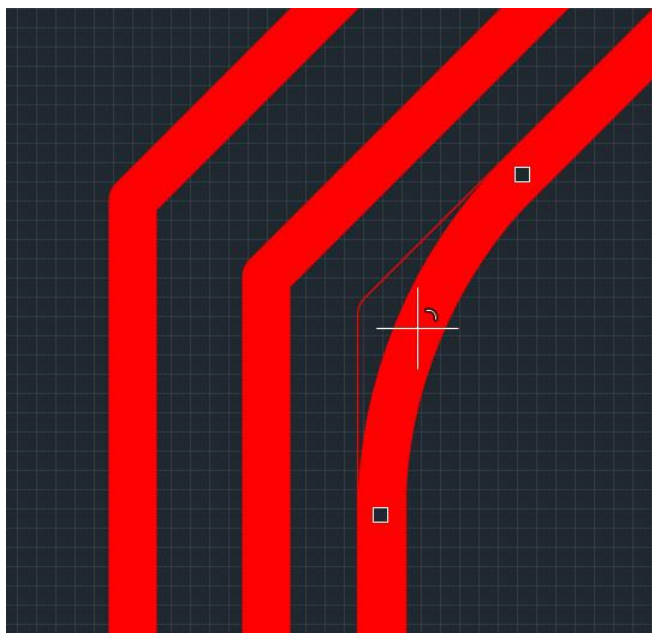

Рис. 283 Отображение (допустимого) скругления вершины трека
3. Наведите курсор на вершину, в которой необходимо применить инструмент. Система автоматически отобразит измененный вид трека, который будет получен после применения инструмента, см. Рис. 283.